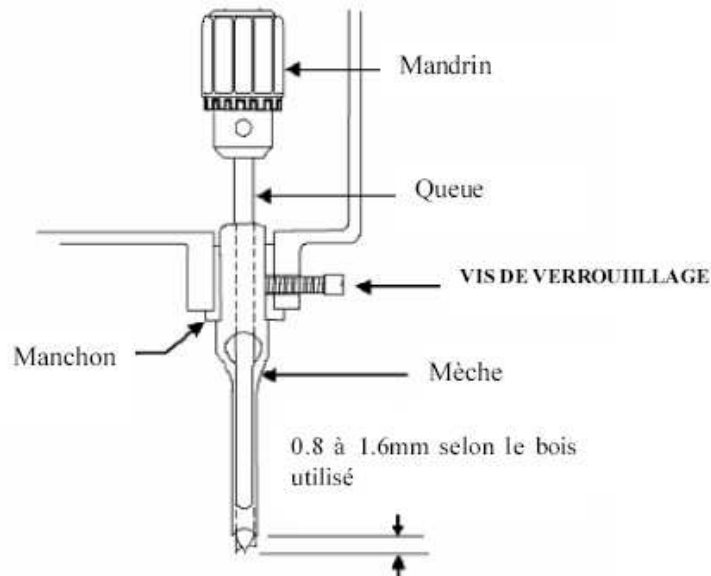

FIGURE 2
1. Dévisser la vis de verrouillage montrée Figure 2.